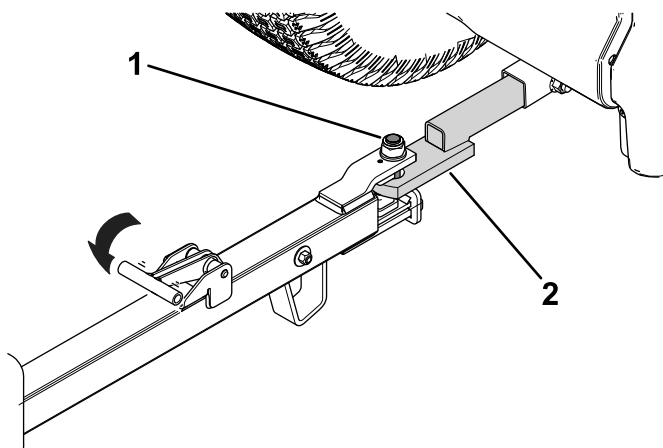

Figure 6
2. Alignez la goupille du timon sur l'attelage du véhicule tracteur (Figure 6).
3. Relâchez la poignée du timon (Figure 6) pour fixer la remorque à l'attelage du véhicule tracteur.